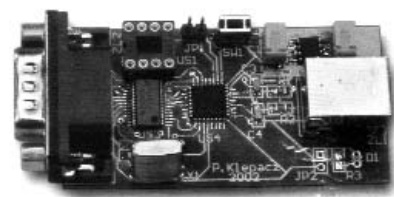

рис.1
**Конвертер USB<->RS232** (см. **рис.1**) разработал **Петр Клепач** (Elektronika Praktyczna 12/2003). Устройство полностью совместимо с интерфейсом USB 2.0 и более ранними версиями. Схема построена на базе микроконтроллера TUSB3410, который обеспечивает скорость передачи данных 110...921 кб/с. Формат данных состоит из 4 или 8 битов. Передача данных возможна в двух режимах, с контролем четности или без него.